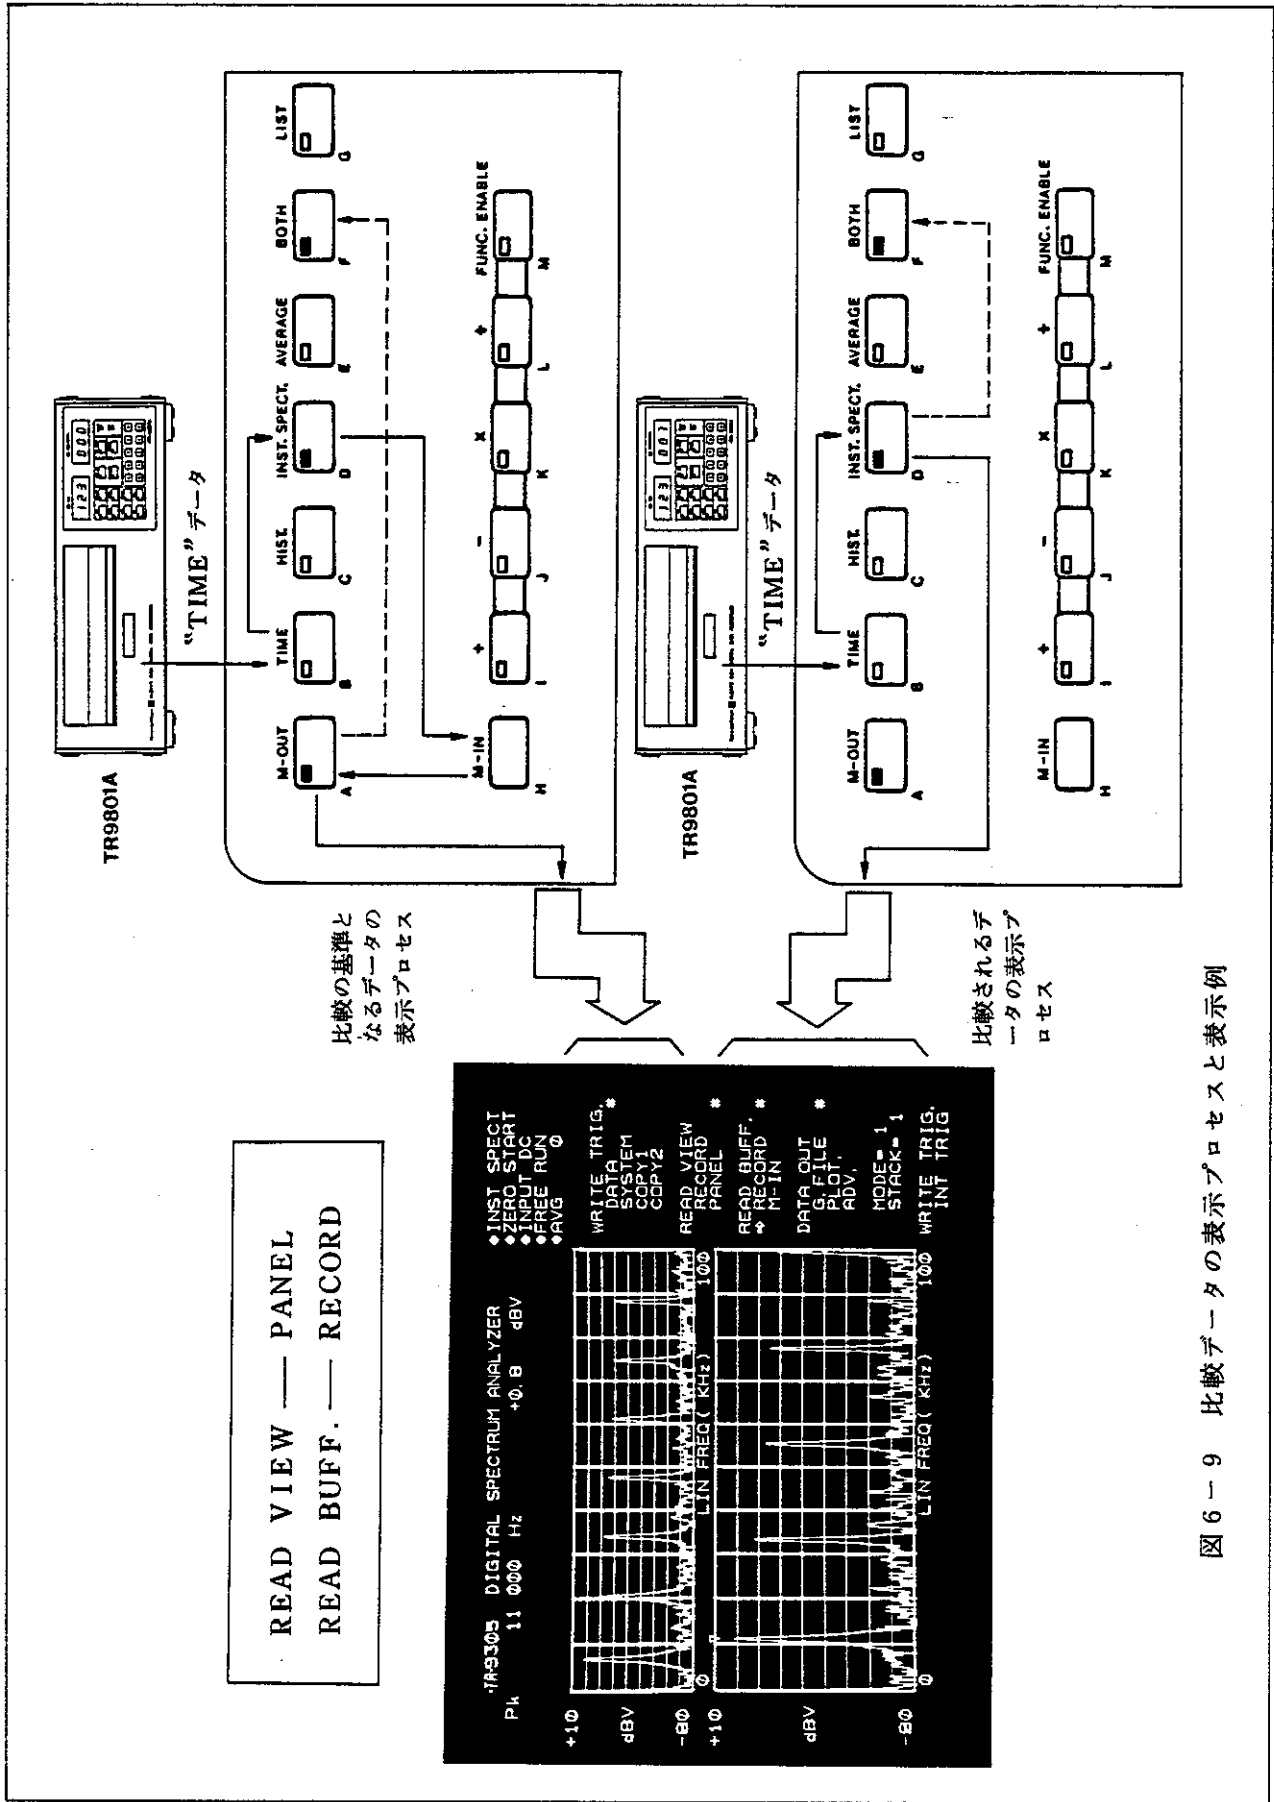

図 6-9 比較データの表示プロセスと表示例
- ④ 比較の基準となるべきデータの SEQUENTIAL 番号を設定し、TR9801Aの“READ”、“MANUAL”モードによってこのデータが記録されているファイルを読み出します。TR9305のCRTディスプレイ上には、メディアからの“TIME”データが“INST. SPECT.”変換されて表示されます。
- ⑤ この“INST. SPECT.”データをTR9305のM-INスイッチによって“M-IN”メモリにストアします。“SPECT.”データの場合、“M-IN”メモリには2データまでストアすることができますので、“M-OUT”する場合データを混同しないように注意して下さい。〔図6-9〕の右上に、④⑤のプロセスを示します。
- ⑥ TR9305の「VIEW」セクションを、M-OUT, INST. SPECT., BOTHに設定します。このとき、CRTディスプレイ上には、上段、下段とも同じデータが表示されます。
- ⑦ 重ね表示、“FUNC. ENABLE”を実行する場合は、TR9305の取扱説明書にしたがって設定をします。
- ⑧ TR9801Aにおいて比較されるデータの SEQUENTIAL 番号を設定し、“READ”、“AUTO”(または“MANUAL”)モードで、START/STOPスイッチによってスタートさせますと、比較されるデータが自動的に“INST. SPECT.”データとして読み出され、“M-OUT”データと次々に比較されます。〔図6-9〕の右下は、この比較されるデータの流れと表示方法を示しています。この図の表示例では、CRTディスプレイの上段のデータは比較の基準となる“M-OUT”のデータを、下段には比較される“INST. SPECT.”のデータとを分離して表示しています。もし、⑦を実行しますと、重ね表示や、⊕、⊖、⊗、⊙の演算結果を表示することができます。